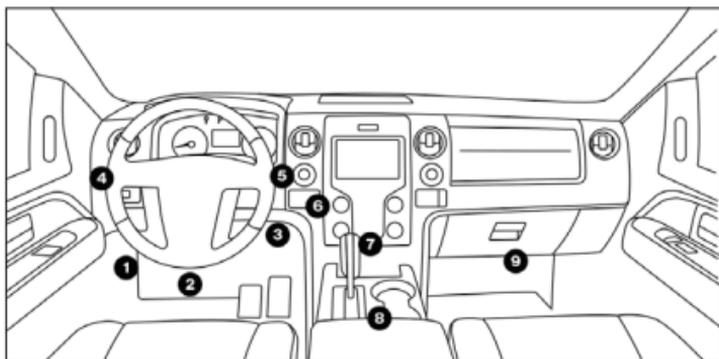

Figure 3.1.2
- La plupart des DLC de véhicules sont situés dans l'une des positions indiquées à la figure 3.1.2. Certains DLC ont un couvercle en plastique qui doit être retiré avant la connexion et certains sont cachés près du panneau de fusibles. Si vous rencontrez un problème pour localiser le DLC, veuillez vous référer au manuel d'entretien du véhicule, ou contactez-nous avec les informations spécifiques au véhicule (par exemple le VIN).